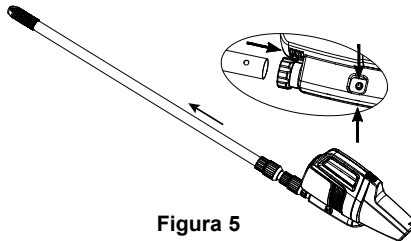

Figura 5
4. Coloque la vara de aluminio (8) presionando los botones de resorte e insertándola en el mango de la carcasa de la aspiradora (1). Compruebe que los botones sobresalen por los orificios. Ajuste la longitud del eje desbloqueando, extendiendo y bloqueando cada una de las secciones de forma correspondiente. Véase Figura 5.